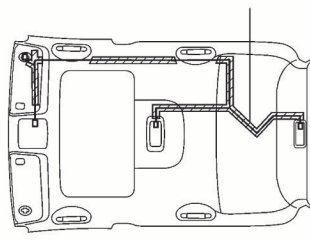

FIG. 76
- Appliquer du ruban adhésif comme illustré (Fig.76).